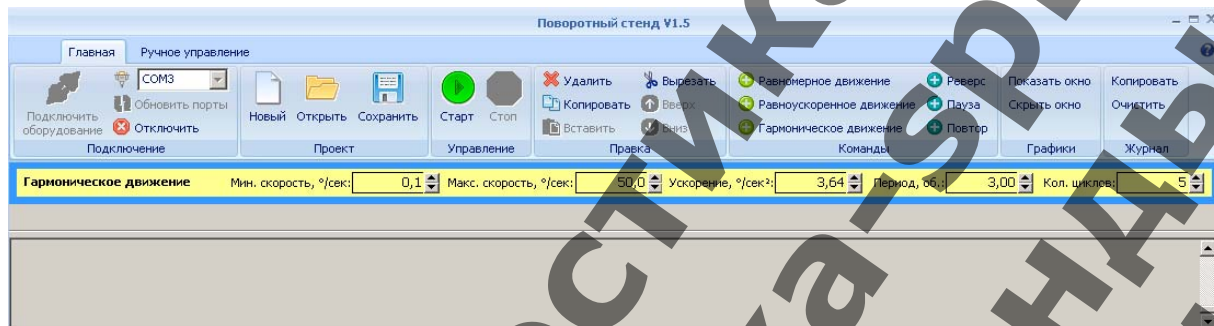

Рисунок 12.
2.3.19 Выбрать команду «Гармоническое движение» (рисунок 12).